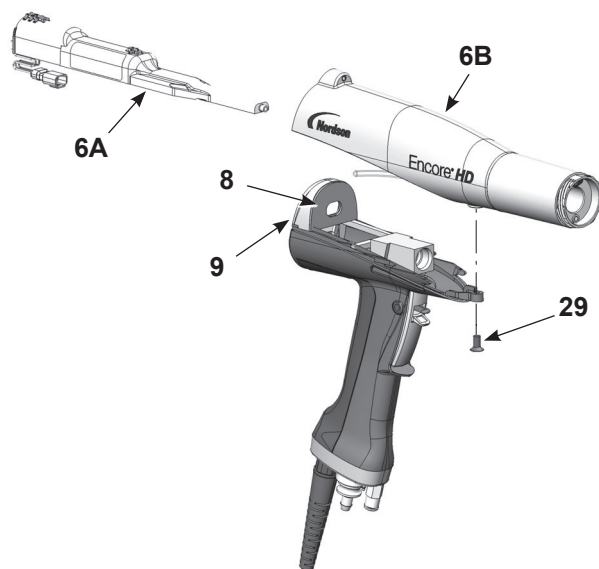

Рис. 13 Извлечение блока питания из корпуса распылителя
1. См. Рис. 13. Извлечь блок питания (6A) из корпуса распылителя (6B).
2. Проверить прокладку (8) с задней стороны перегородки (9). Заменить, если она повреждена. Прокладка приклеена к перегородке с помощью контактного клея.